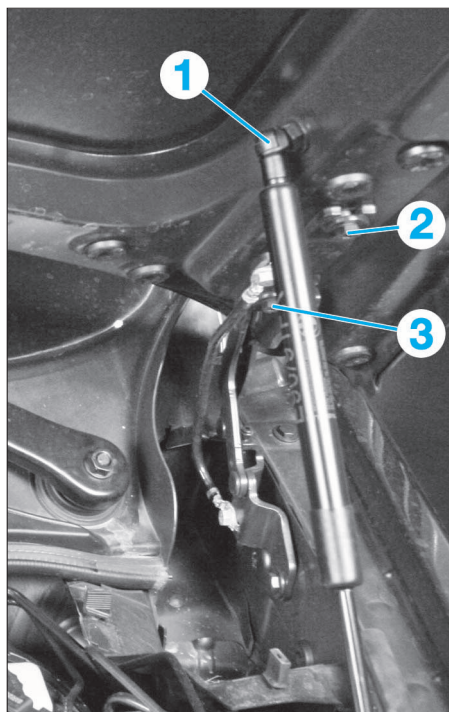

FIG. 40
- Décrocher l'amortisseur à gaz du capot avant (1) (Fig.40).
- Desserrer les vis (2) et (3) de la charnière gauche et droite (Fig.40). Le capot doit ensuite pouvoir être bougé.